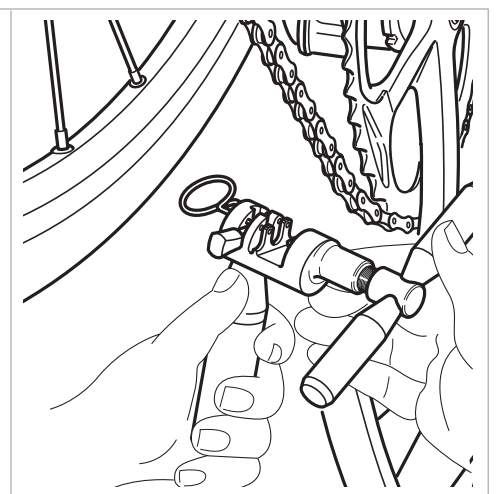

Fig.16
- Colocar la herramienta UT-CN400 como indica la Fig. 16 (por el lado externo de la cadena hacia el interno).